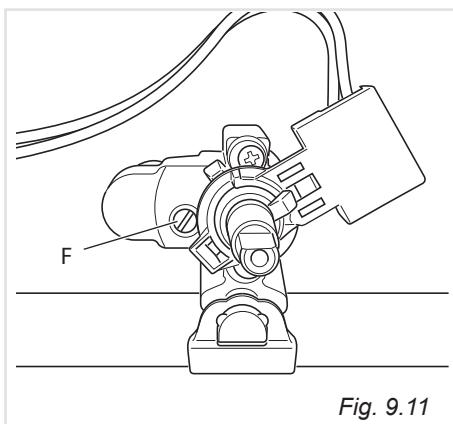

Fig. 9.11
- à l'aide d'un tournevis mince tourner la vis "F" jusqu'au moment où l'on obtient le réglage correct (fig. 9.11).